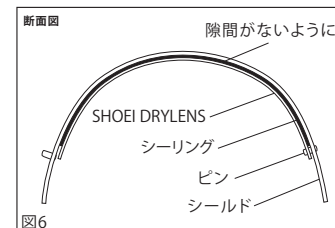

図6
- シールドをヘルメットに取り付け、SHOEI DRYLENSのシーリングが全周にわたって、シールドに密着していることを確認します(図6)。隙間がある場合は次項の「SHOEI DRYLENSの調整」を参照し調整します。
3 Mettez l'écran/visière en place sur le casque. Vérifiez que le joint d'étanchéité situé sur le SHOEI DRYLENS est bien en contact avec tout le pourtour de l'écran/visière, comme indiqué sur la figure 6. S'il y a un espace entre le film antibuée et l'écran, ajustez le placement du film antibuée en vous référant à la section suivante, « Réglage du SHOEI DRYLENS ».